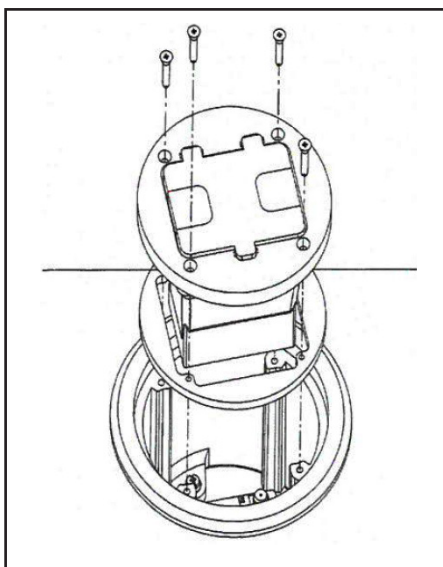

FIGURE 6
20. Assemble Cover assembly to Carpet Flange. (Fig. 6).
20. Fixer l'ensemble de couvercle au collet pour tapis. (Fig. 6).
20. Acoplar el conjunto de la tapa al reborde para alfombra. (Fig. 6).